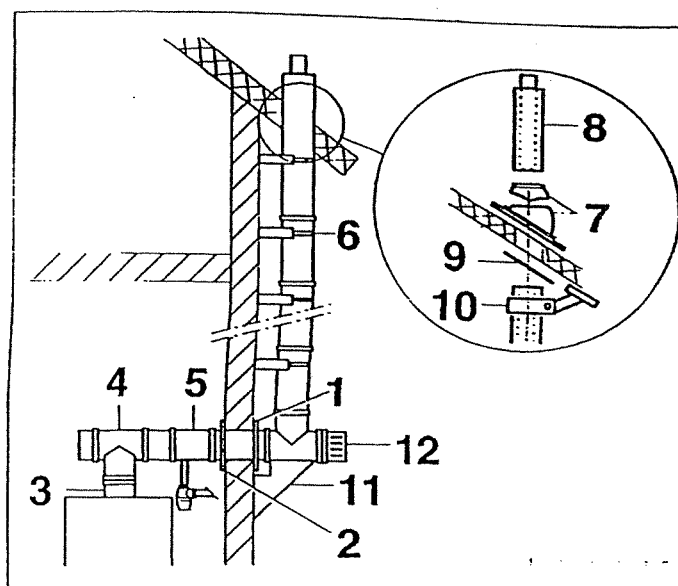

Fig. 15 Raccordo facciata-parete esterna
- ◆ Avvitare la copertura esterna (Fig. 15, punto 1) alla parete, ed inserire dall'esterno il tubo concentrico.
- ◆ Spingere dal di dentro la copertura interna (Fig. 15, punto 2) sul tubo concentrico, centrarla ed avvitarla.
- ◆ Inserire il tubo concentrico con fori per inserzione sonda di misura temp. gas di scarico (Fig. 15, punto 4) sul tronchetto di scarico della U104 WG / WKG.
- ◆ Montare il tubo concentrico a T ispezionabile (Fig. 15, punto 4).
- ◆ Montare lo scarico condensa concentrico (Fig. 15, punto 5).
- ◆ Fissare i distanziali alla parete esterna (Fig. 15, punto 6). Assicurarsi che non superino la distanza massima di 2 m e che non si trovino in corrispondenza degli innesti (a bicchiere).
- ◆ Applicare una tegola universale con cappuccio per pioggia (Fig. 15, punto 7).
- ◆ Inserire in quest'ultima, dall'alto, la tubazione concentrica dei gas di scarico (Fig. 15, punto 8) fino al punto di arresto.
- ◆ Controllare che la tubazione sia verticale, quindi avvitare la copertura interna a due pezzi (Fig. 15, punto 9).
- ◆ Spingere dal basso la fascetta di fissaggio (Fig. 15, punto 10) sulla tubazione dei gas di scarico, ed avvitarela.
- ◆ Inserire e fissare il supporto (Fig. 15, punto 11) per il tubo a T.
- ◆ Montare la curva concentrica a T con grata di alimentazione aria (Fig. 15, punto 12). Fare attenzione alle misure dei distanziali.